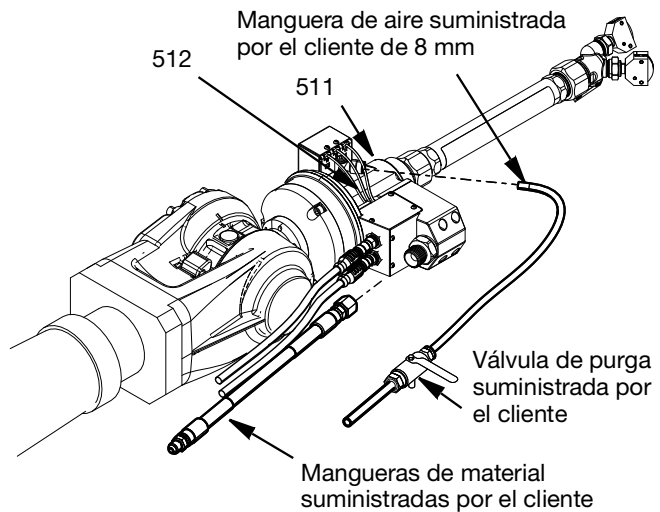

FIG. 7
El suministro de aire se conecta a la pistola 3D Switch SST con una manguera de 8 mm de poliuretano al accesorio giratorio acodado (512) en el lado del alojamiento de pieza giratoria (511). El cliente debe instalar la válvula de purga de aire entre el suministro de aire y la conexión de la pistola 3D Switch SST. Consulte la FIG. 7.
La manguera de suministro de material se conecta a la pistola 3D Switch SST mediante un accesorio facilitado por el cliente. La rosca de entrada es de 1/2 pulg. BSPP. Consulte la FIG. 7.
3. Alivie toda la presión de aire de las líneas de aire cerrando la válvula de purga suministrada por el cliente. Consulte la FIG. 7.
4. Si la punta de la boquilla o la manguera de material están obstruidas o si no se ha aliviado completamente la presión después de llevar a cabo las operaciones anteriores, afloje muy despacio la manguera de material suministrada por el cliente del racor de entrada de 1/2 pulg. BSPP (604), (véase la FIG. 7).